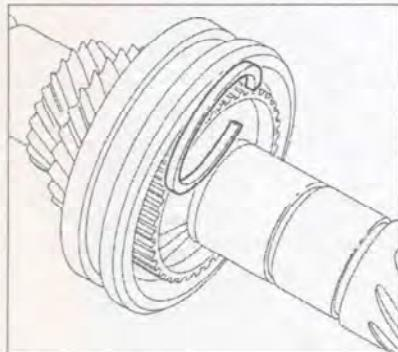

Рис. 7.86. Установите наиболее широкое стопорное кольцо на вал.
15. Установите наиболее широкое стопорное кольцо на вал (рис. 7.86).